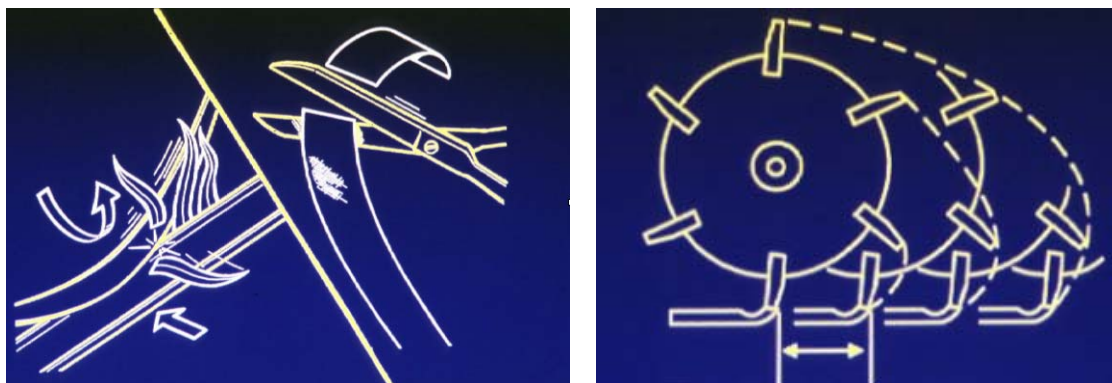

Figura 2. Esquema mostrando o corte ideal com uma lâmina helicoidal simulando o corte de uma tesoura.
- Velocidade de avanço da máquina (figura 2)